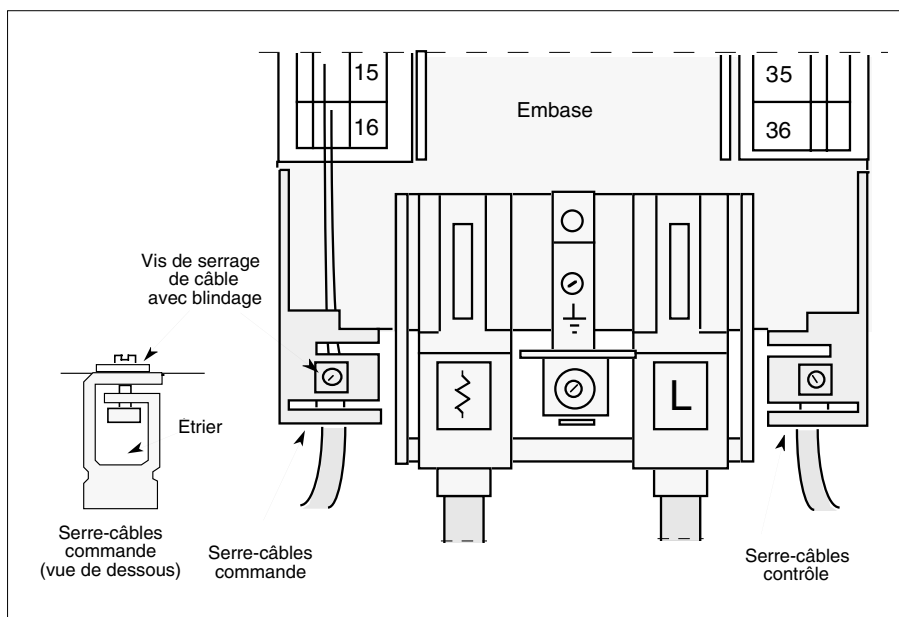

Figure 3-4 Disposition du serre-câbles de commande
- **Retourner** le blindage sur la gaine isolante (figure 3-4,b).